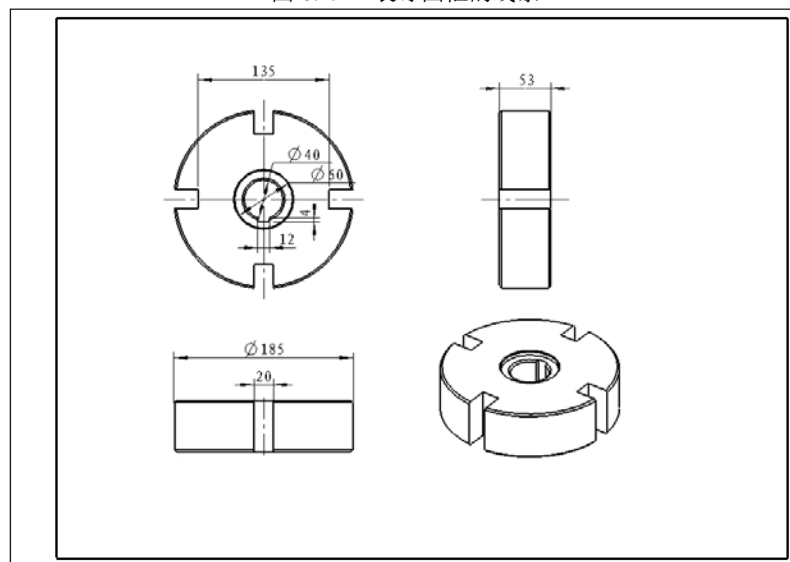

图 6.1.5 加宽后的图框
Step11. 系统弹出“修改线造型”对话框。在 **宽度** 文本框里输入值 1, 单击 **应用** 按钮后对话框出现 **关闭** 按钮, 单击 **关闭** 按钮完成线体的修改, 结果如图 6.1.5 所示。